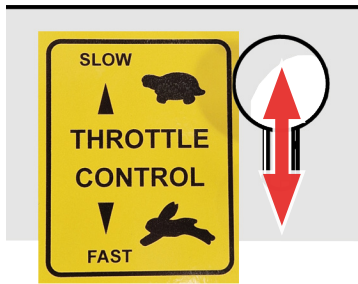

Abb. 10D – Gashebel einstellen.
7. Bei Bedarf die Geschwindigkeit mit dem Gashebel erhöhen (Abb. 10D).